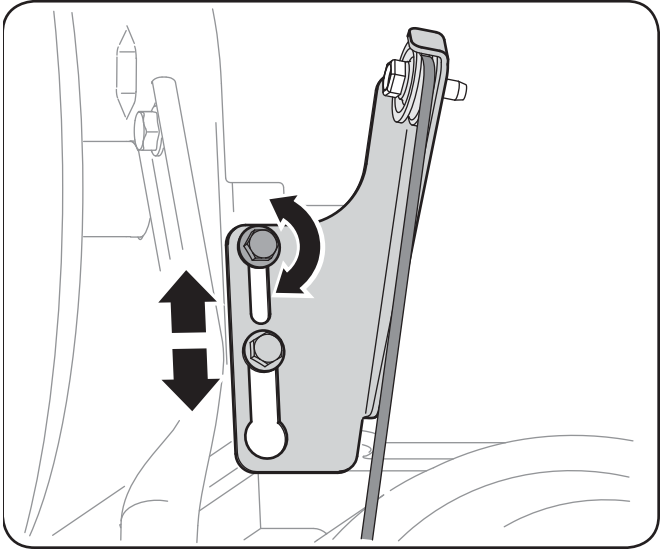

Figure 6-9
- 2. Desserrez le vis à six pans inférieur sur le support du câble de la transmission. Voir la Fig. 6-9.